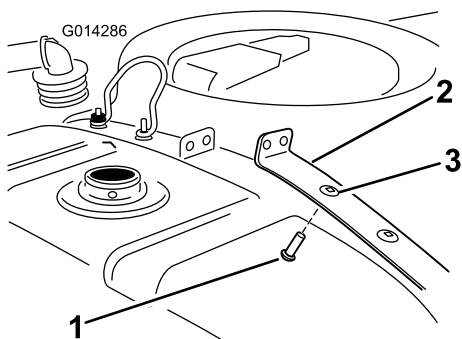

图8
1. 将托架螺栓安装到药缸右后箍带（图8）的内侧孔中。药缸左后箍带上的托架螺栓应穿过水箱限位金属环的孔。